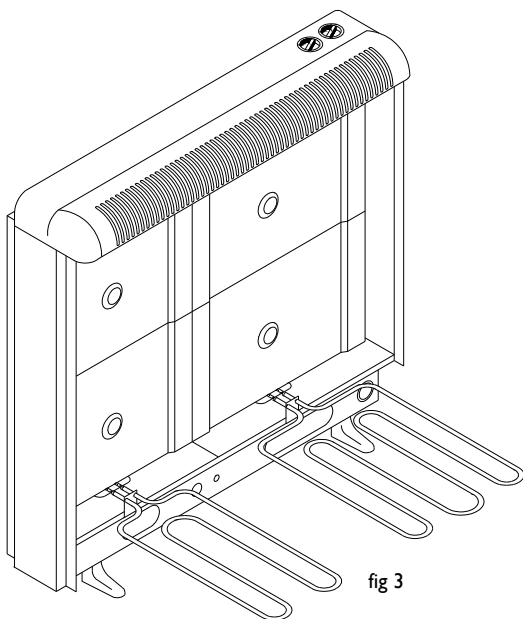

fig 3
9.- Coloque los ladrillos cuidadosamente contra el fondo del aparato, disponiéndolos en dos pisos y con la cara lisa hacia atrás (Fig. 3). Siempre que el acumulador precise ladrillos grandes (Ref. 2072) estos deberán ser colocados en la parte derecha.